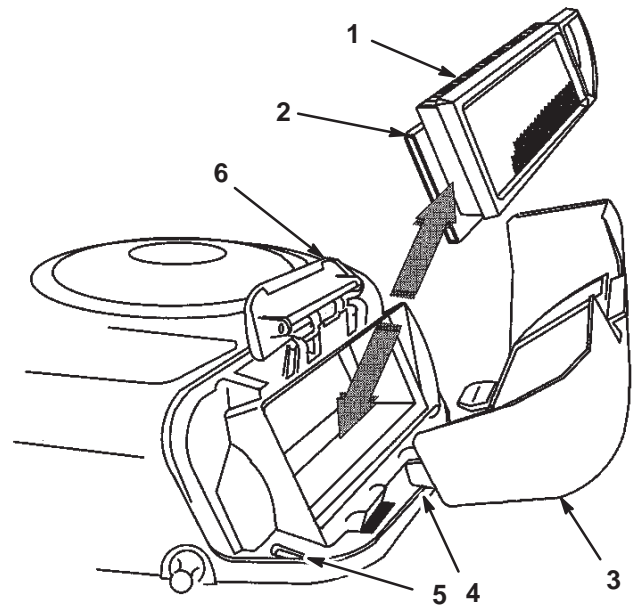

Figure 34
4. Sortez avec précaution les éléments en papier et en mousse du carter de soufflante (Fig. 34).
2. Placez les languettes du couvercle du filtre à air en face des fentes du carter de soufflante (Fig. 34). Accrochez la poignée sur le couvercle et appuyez dessus pour verrouiller le couvercle en place.